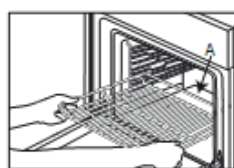
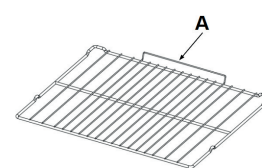

Fig. 1A
Fig. 1B
1. Introduza a grelha metálica na horizontal, com a parte "A" virada para cima (fig. 1A, fig. 1B)